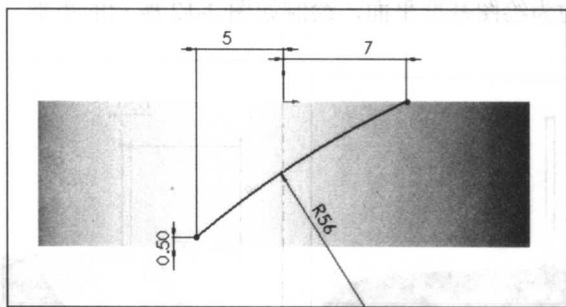

图 2-9 画圆弧
**STEP 7** 绘制如图所示圆弧，如图 2-9 所示，上端点与轮廓边线重合，标注尺寸后，退出草图。